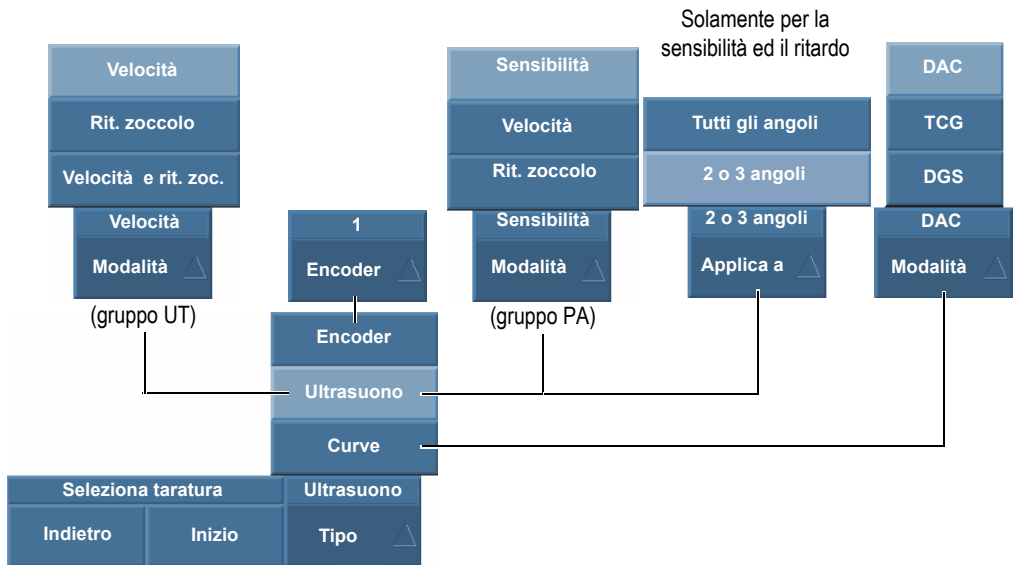
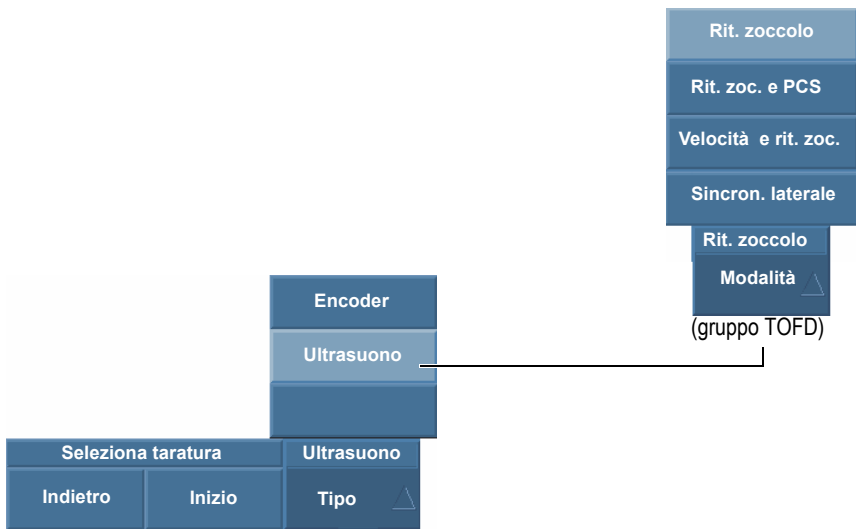

Figura 5-1 Opzioni dei parametri da tarare in Seleziona taratura
Figura 5-2 Opzioni dei parametri da tarare – Gruppo TOFD
2. Nell'elenco **Tipo**, selezionare il tipo di taratura che si vuole eseguire (vedere Figura 5-1 a pagina 130 e Figura 5-2 a pagina 130).
3. In funzione della scelta effettuata nel precedente punto, come mostrato nella Figura 5-1 a pagina 130, selezionare il parametro che si desidera tarare nell'elenco **Encoder** o **Modalità** .